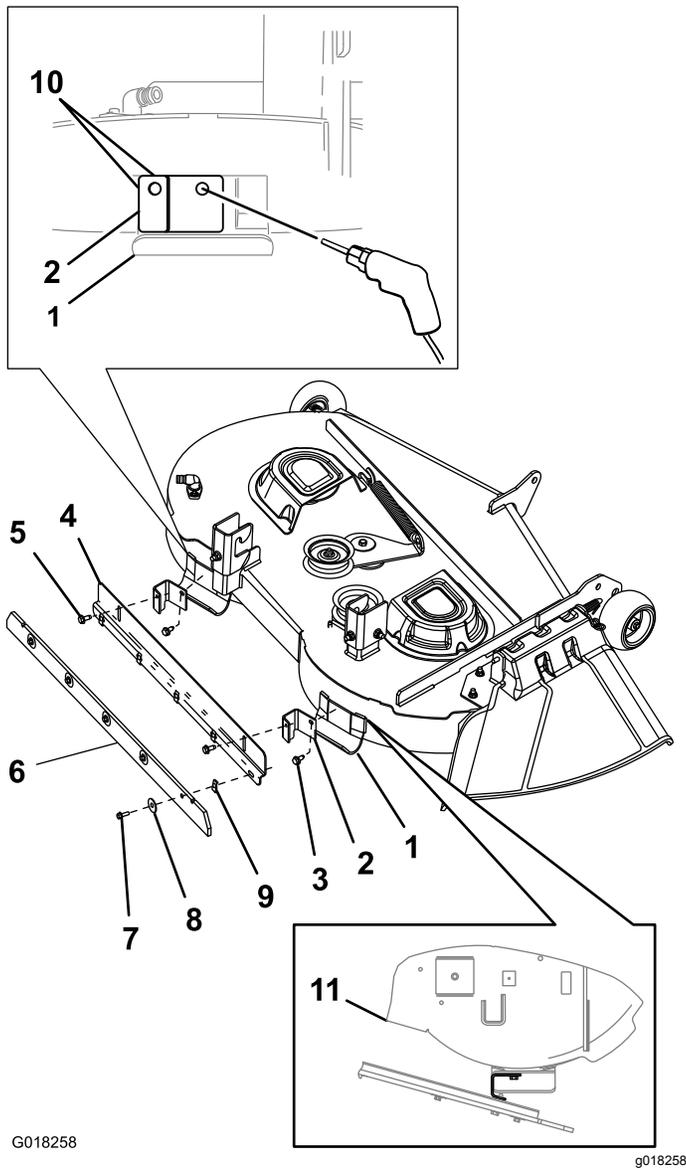

Figura 1
- A. Localice el patín derecho en el borde trasero de la carcasa de corte, según se muestra en Figura 1.
B. Coloque la pata más larga del soporte de montaje del kit de rayado contra el patín derecho. Alinee el borde izquierdo del soporte de montaje con el borde izquierdo del patín, y el borde superior del soporte de montaje con el borde superior del patín (Figura 1).
- C. Marque el contorno del taladro del soporte en el patín (Figura 1).
- A. Localice el patín izquierdo en el borde trasero de la carcasa de corte, según se muestra en Figura 1.
- B. Coloque la pata más larga del soporte de montaje del kit de rayado contra el patín izquierdo. Alinee el borde izquierdo del soporte de montaje con el borde izquierdo del patín, y el borde superior del soporte de montaje con el borde superior del patín (Figura 1).
1. Posicione la pletina de sujeción con la pestaña de montaje hacia arriba y junto a la carcasa (con la pestaña de la rasqueta hacia abajo y separado de la carcasa), según se muestra en Figura 1.
2. Alinee el extremo superior de la ranura de la pestaña de montaje de la pletina de sujeción con el taladro de la pata más corta de cada soporte de montaje instalado en los patines (Figura 1).
3. Sujete la pletina de sujeción a cada soporte de montaje con un tornillo con arandela prensada autorroscante (Figura 1).